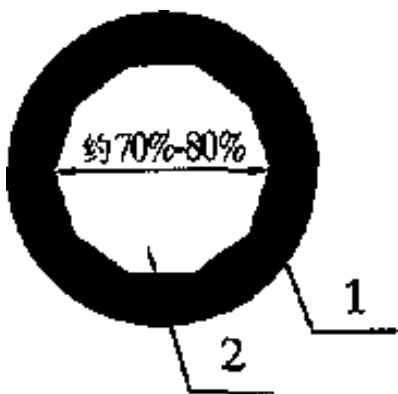
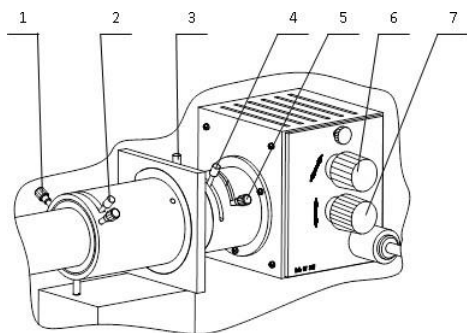

Рис. 6.
Рис. 7
8. Регулировка апертурной диафрагмы (Рис.6)
Ручка регулировки апертурной диафрагмы 3 может быть включена для регулировки NA освещения, снимите трубу окуляра, наблюдайте картинку апертурной диафрагмы объектива в ярко освещенном кольце выходного зрачка, после отрегулируйте диаметр посредством вращения апертурной ручки регулирования диафрагмы (Рис. 7). В нормальных условиях диаметр апертурной диафрагмы 3 должен быть отрегулирован на 70-80% от диаметра зрачка (Рис.6) и регулировка яркости используется для получения лучшего контраста в изображении.
9. Регулировка диафрагмы осветителя микроскопа (Рис.7)
Отрегулируйте ручку диафрагмы осветителя микроскопа 2, уменьшите диаметр диафрагмы осветителя, затем отрегулируйте регулирующий болт диафрагмы осветителя 1 для передвижения центра диафрагмы (Рис.7) в центр поля обзора окуляра, плавно открывайте диафрагму, пока не увидите полностью поле обзора окуляра, таким образом, предотвращая случайное попадание прямого света в поле обзора.